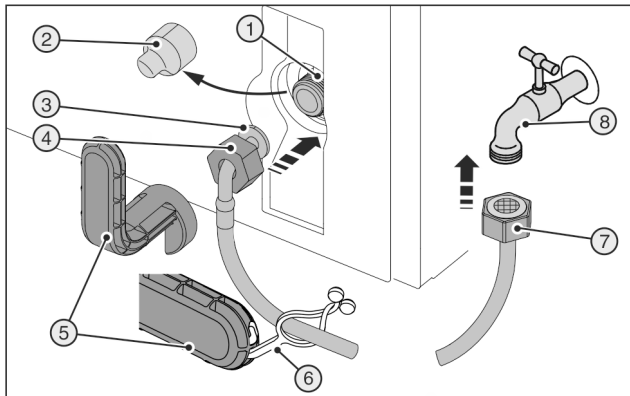
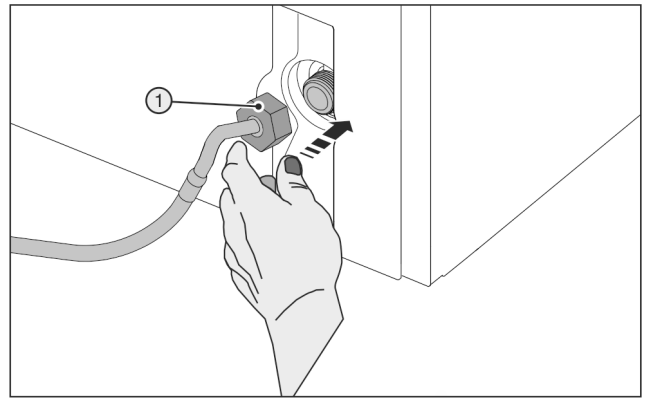

Fig. 45
Fig. 46
Zerbrochenes Hilfswerkzeug Fig. 45 (5) !
- Hilfswerkzeug Fig. 45 (5) ausschließlich bei Raumtemperatur verwenden.
- Abdeckung Fig. 45 (2) abziehen.
- Erleichterte Montage: Gerades Schlauchende Fig. 45 (7) nach links auf den Boden auslegen.
- Mutter Fig. 45 (4) über abgewinkeltes Schlauchende Fig. 45 (3) bis zum Ende schieben und festhalten.
- Mutter Fig. 46 (1) vorsichtig ansetzen und mit zwei Fingern gerade auf Gewinde schrauben, bis ein sicherer Sitz erreicht ist.
- Mutter Fig. 46 (1) mit Hilfswerkzeug Fig. 45 (5) im Uhrzeigersinn festziehen bis maximales Drehmoment erreicht ist und Hilfswerkzeug Fig. 45 (5) überdreht.
- Mutter Fig. 45 (7) auf Absperrhahn Fig. 45 (8) schrauben.
- Mutter Fig. 45 (7) mit Hilfswerkzeug Fig. 45 (5) im Uhrzeigersinn festziehen bis maximales Drehmoment erreicht ist und Hilfswerkzeug Fig. 45 (5) überdreht.
- Absperrhahn Fig. 45 (8) der Wasserzuführung öffnen und gesamtes Wassersystem auf Dichtigkeit prüfen.
- Lasche Fig. 45 (6) in Hilfswerkzeug Fig. 45 (5) einhaken und zur Aufbewahrung am Edelstahlschlauch befestigen.